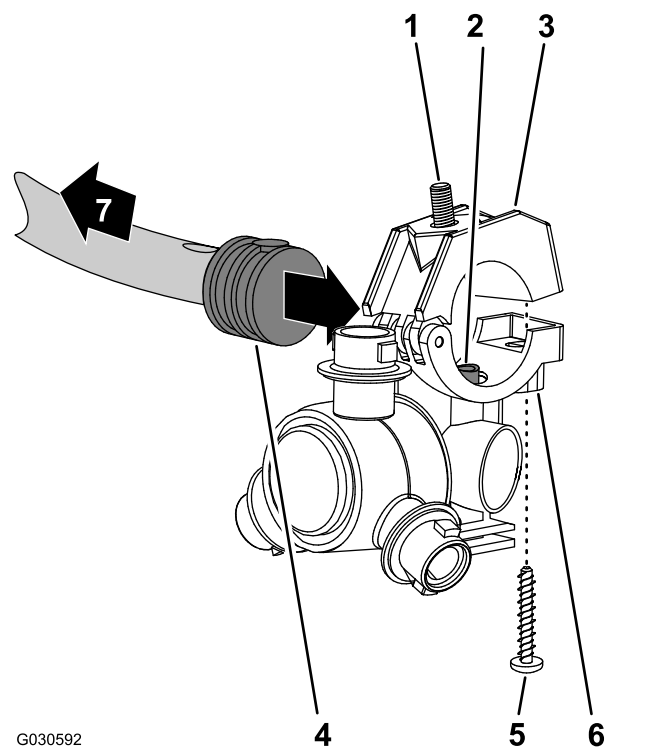
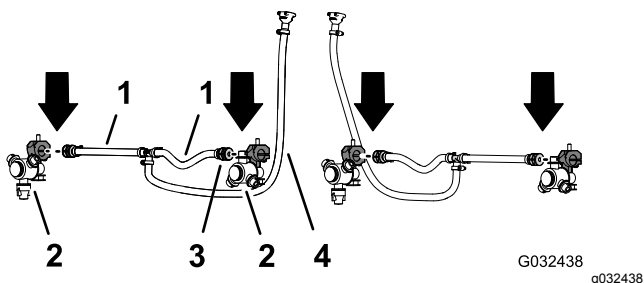

Figura 79
Figura 80
2. Trabalhando com 2 bicos do pulverizador do kit de acabamento de sistema de pulverização GeoLink, retire o parafuso de aço inoxidável que prende a metade do grampo superior à sela (Figura 79).
- Localize o orifício na lateral da haste do tubo estriado simples na extremidade do tubo (25 cm) do conjunto do tubo (válvula do pulverizador 5 ou 6) para a secção da rampa central (Figura 79 e Figura 80).
- Alinhe o tubo de transferência na sela de um bico do pulverizador (Figura 79) com o orifício na lateral da haste do tubo estriado simples (13 mm).
- Feche a metade do grampo superior em torno da haste do tubo estriado e prenda a metade do grampo e o corpo do bico do pulverizador (Figura 79) com o parafuso de aço inoxidável (N.º 12 x 1-1/4 pol.); aperte o parafuso de aço inoxidável com 14 a 18 N·m.
- Trabalhando com o bico do pulverizador, o parafuso de cabeça sextavada e o parafuso de aço inoxidável que retirou nos passos 1 e 2 de Remover os bicos do pulverizador (página 33), repita os passos 3 a 5 para a haste do tubo roscado simples (Figura 79 e Figura 80) na extremidade do outro tubo (25 cm).
- Trabalhando com os 2 bicos do pulverizador que retirou no passo 4 de Remover os bicos do pulverizador (página 33), repita os passos 3 a 5 para as hastes do tubo roscado simples do outro conjunto dos tubos (válvula do pulverizador 5 ou 6) para a secção da rampa central (Figura 79 e Figura 80).